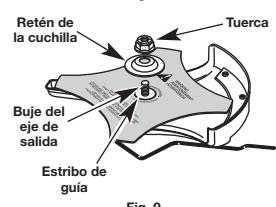

Fig. 8
- Mientras sostiene la varilla de cierre, saque el accesorio de corte girando en sentido horario hacia afuera del eje de salida (Fig. 8). Guarde el accesorio de corte para su uso futuro.